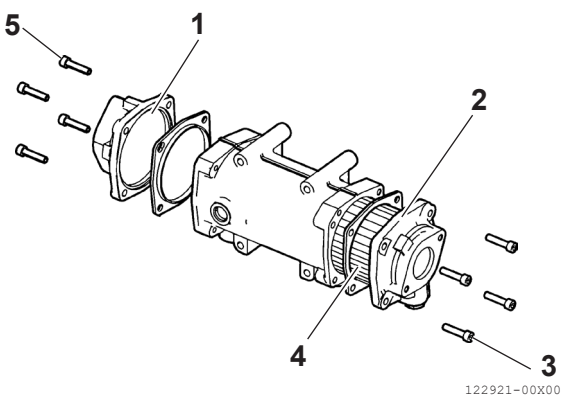

Figure 15
5. Retirez les caches (**Figure 15, (1)**) et (**Figure 15, (2)**) sur un établi ou dans un endroit approprié.
6. Extrayez le faisceau de tubes (**Figure 15, (4)**).
12. Serrez les vis de fixation (**Figure 15, (3)**) et (**Figure 15, (5)**) au couple spécifié.